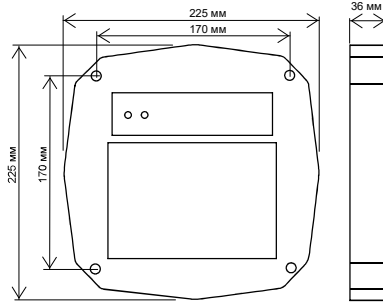

рис.1 Габаритные размеры.
- разметьте и просверлите отверстия для крепления под размер отверстий считывателя (рис.1);